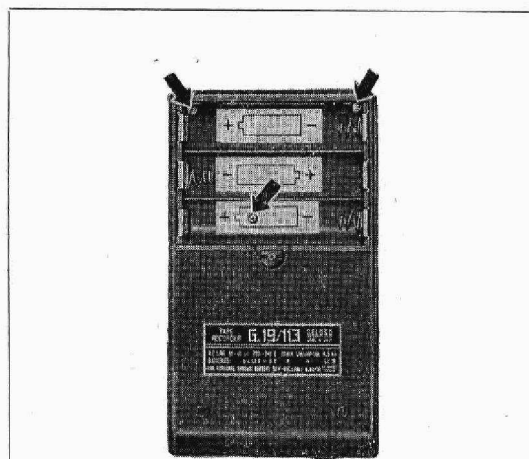

Fig. 1 - Smontaggio del fondo
**Per accedere agli organi interni**, qualora si tratti solo di un controllo generico sulle tensioni, è sufficiente aprire lo scomparto pile, togliere le pile e svitare le tre viti che fissano il fondo al mobile. In tal modo si rende visibile tutto il circuito stampato e si può procedere alla verifica delle tensioni e di quanto altro necessario. V. fig. 1.